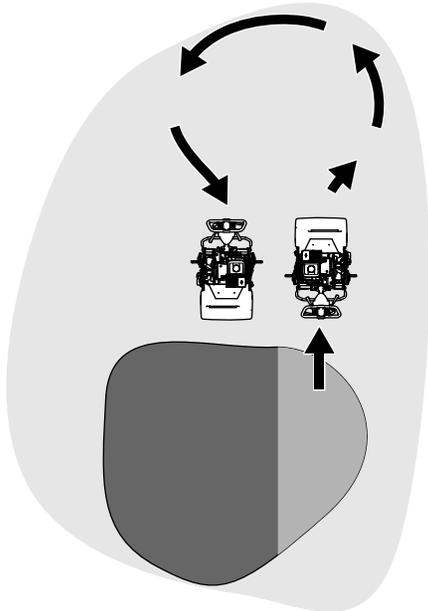

Bild 25
- Heben Sie die Mähspindel an (drücken Sie den Hebel nach unten) und wenden Sie auf der Antriebstrommel, wenn Sie die Maschine vom Grün fahren (Bild 25).